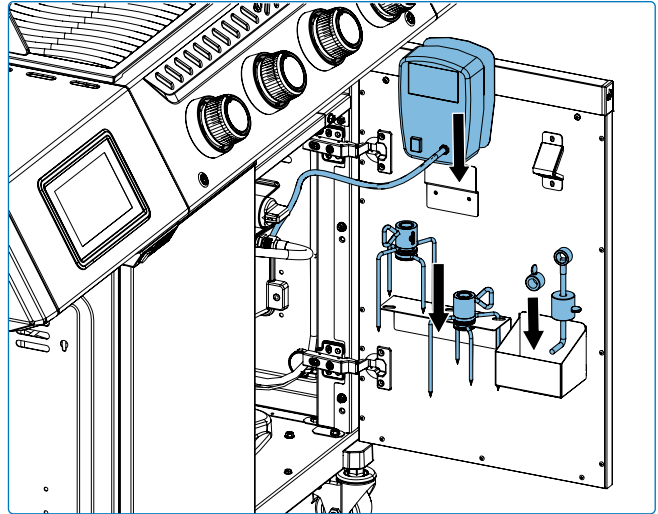

Fig. 9
- Gebruik de opbergmogelijkheden voor de probe op het zijrek bij het voorbereiden van het koken. Haal de probes uit het stopcontact en neem ze mee naar binnen wanneer ze niet worden gebruikt om ze te beschermen tegen de elementen (**Fig. 9**).